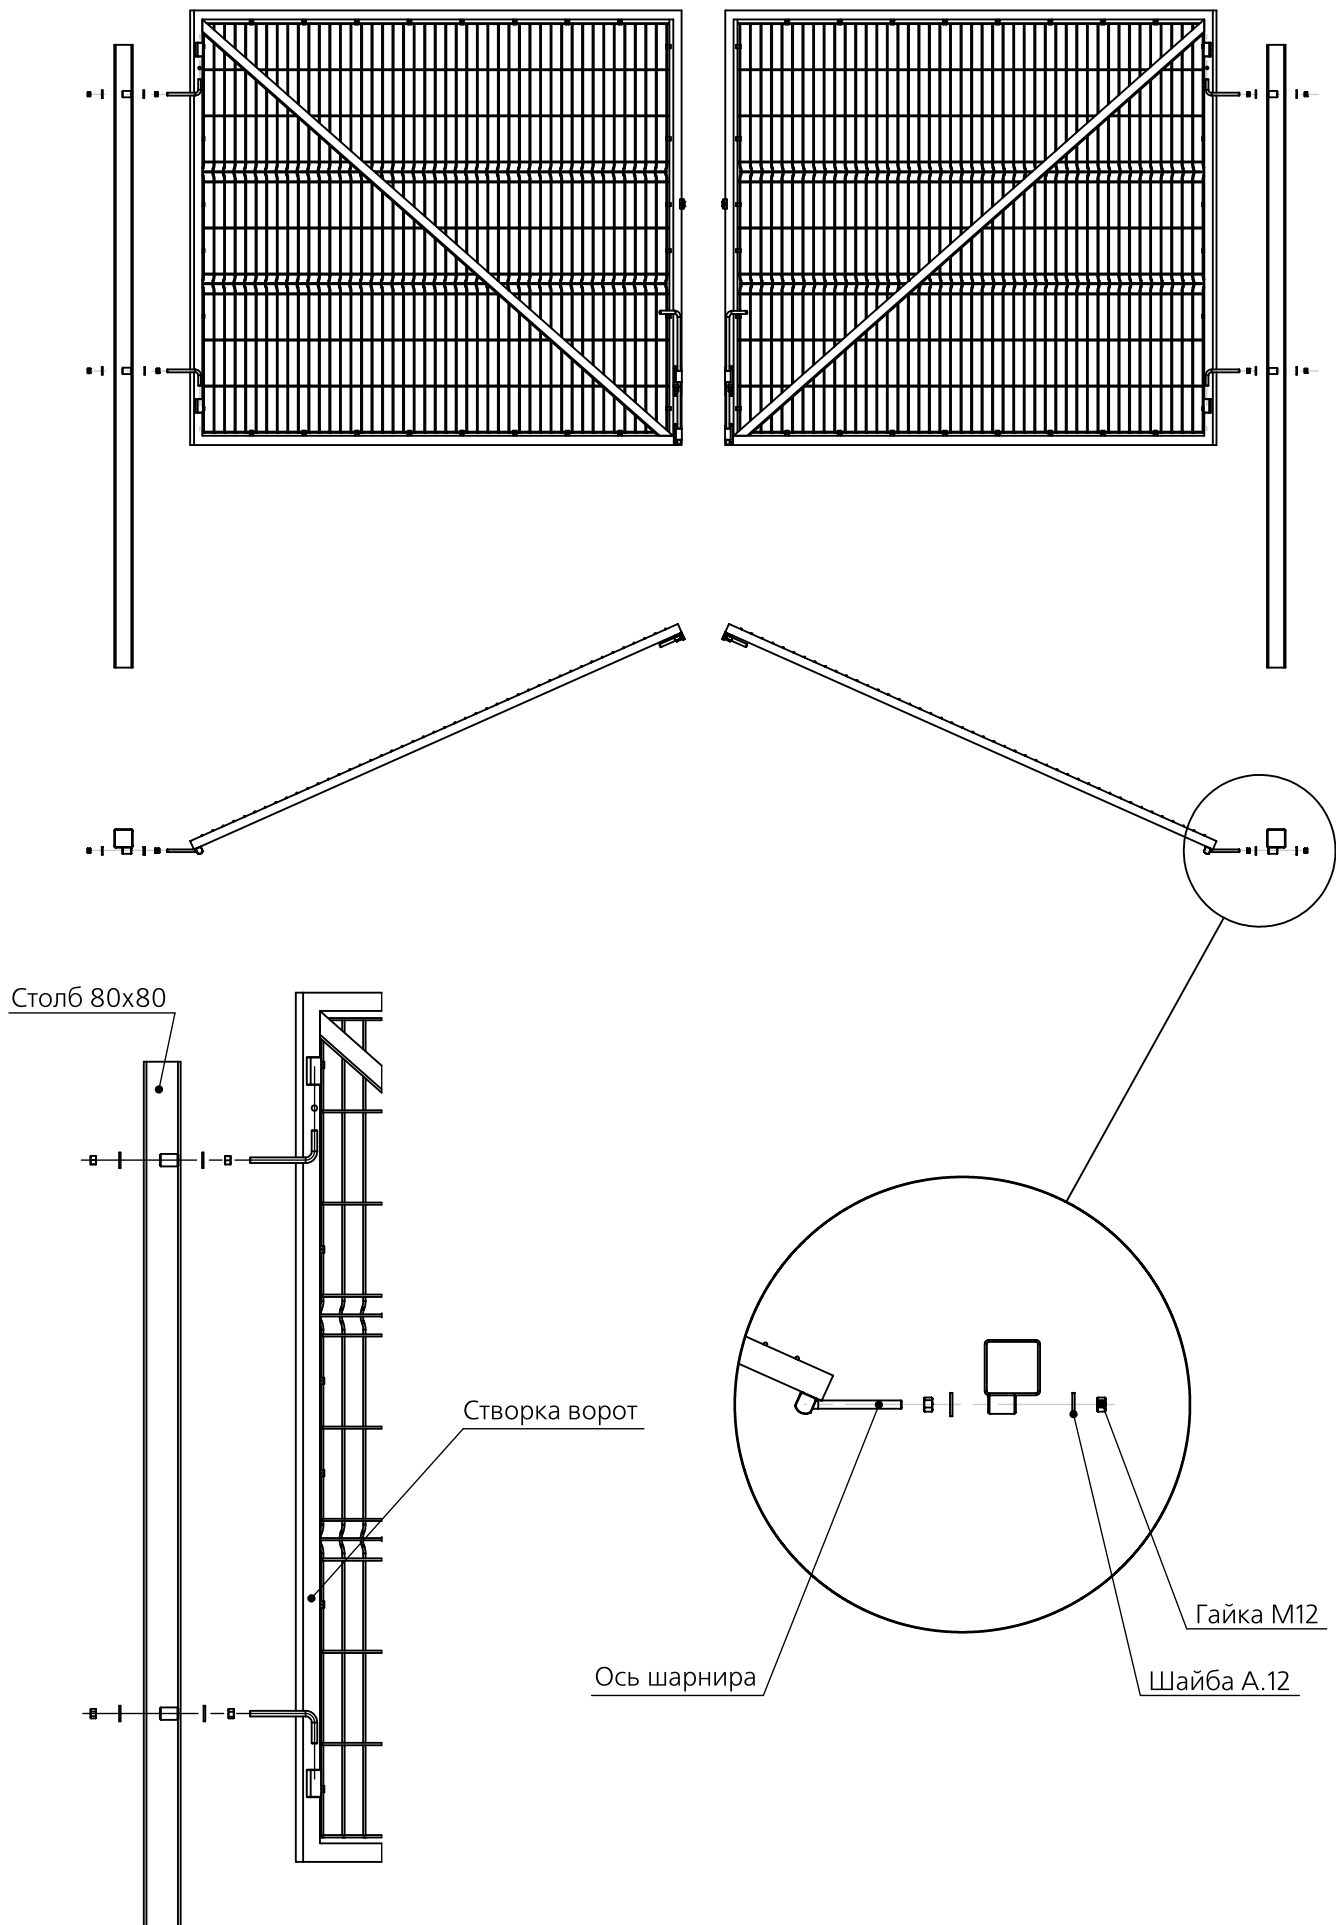

Рис. 5 Схема монтажа створок
- 3.6 Навесить створки (Рис.5).